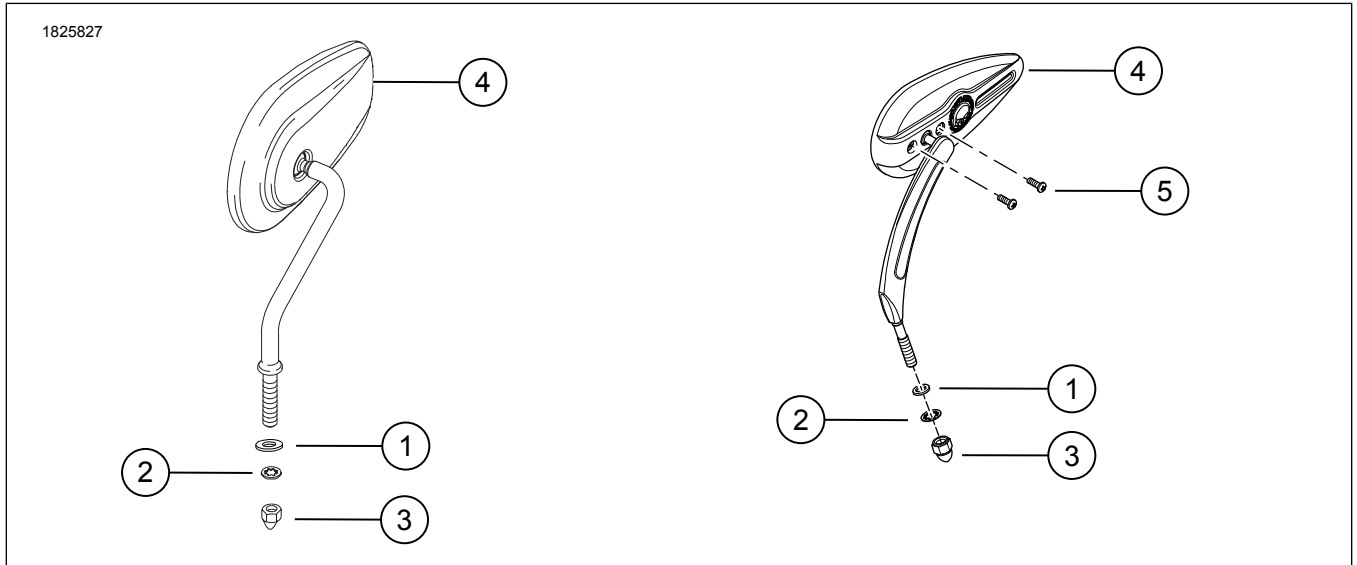

図1。キット内容: ミラーキット
1. 図1 部品番号 91696-05A と 92398-09、92410-09以外のミラーすべてで、平ワッシャー(1)をミラースタッド(上部ポジション)に取り付けます。
- a. 図1必要に応じて調整スクリュー (5) のトルク値を上げていきます。締め付ける。